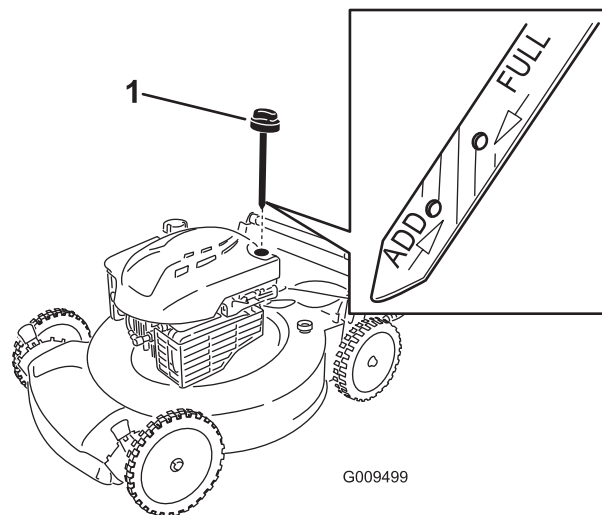

Figura 25
3. Retire la varilla (Figura 25).
10. Observe en la varilla el nivel de aceite (Figura 25).